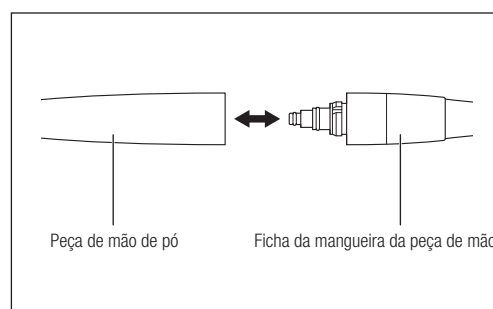

Fig. 9
2) Introduza a peça de mão de pó a direito na ficha da mangueira da peça de mão (Fig. 9).